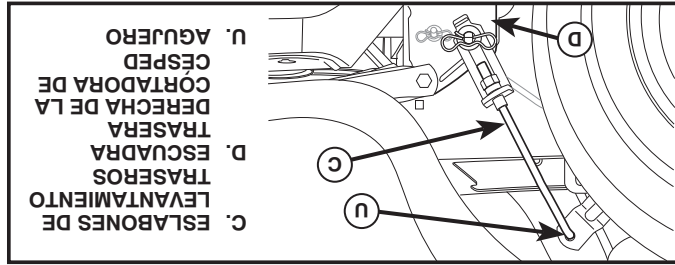

Fig. 13
7. INSTALE LOS ESLABONES DE LEVANTAMIENTO TRASEROS (C) (Vea Fig. 13)
- Inserte el extremo de varilla del eslabón de levantamiento trasero (C) dentro del agujero (U) en el brazo de suspensión hacia abajo hacia la cortadora de césped.
- Levante la esquina trasera de la cortadora de césped y ubique la ranura en el conjunto de eslabones sobre la chaveta en la escuadra trasera de la cortadora (D); asegure con una arandela grande y un resorte de retención grande.